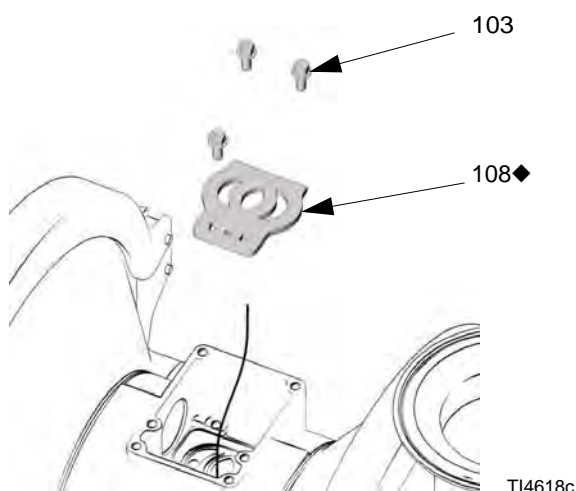

FIG. 9
5. Ispezionare la piastra della valvola (108) montata. Se danneggiato, utilizzare un cacciavite Torx (T20) o una chiave fissa a tubo da 7 mm (9/32 in.) per rimuovere le tre viti (103). Rimuovere la piastra della valvola (108). Vedere FIG. 9.
2. Installare la piastra della valvola (108) nella cavità, sigillare. Installare le tre viti (103) utilizzando un cacciavite Torx (T20) o una chiave a tubo da 7 mm (9/32 in.). Serrare completamente le viti finché non toccano il corpo. Vedere FIG. 9.